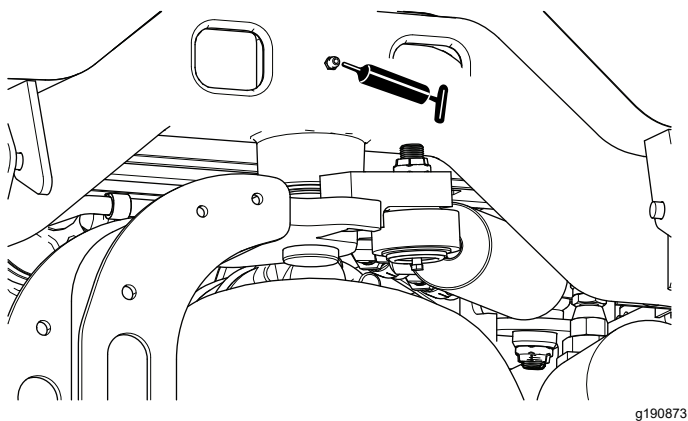

Рисунок 59
- Шарнир поворотного кулака (Рисунок 59).